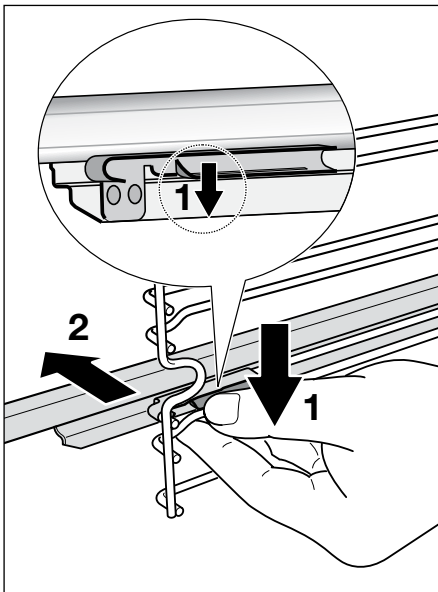

Fig.38 Démontage des supports de grille coulissants
- 3 Repérez les verrous de sûreté. Il s'agit de languettes qui s'agrafent sur le fil de la grille latérale (flèche 1 sur la Fig. 38).
- 4 Écartez les verrous de sûreté du fil pour libérer ce dernier (flèche 2 sur la Fig. 38).